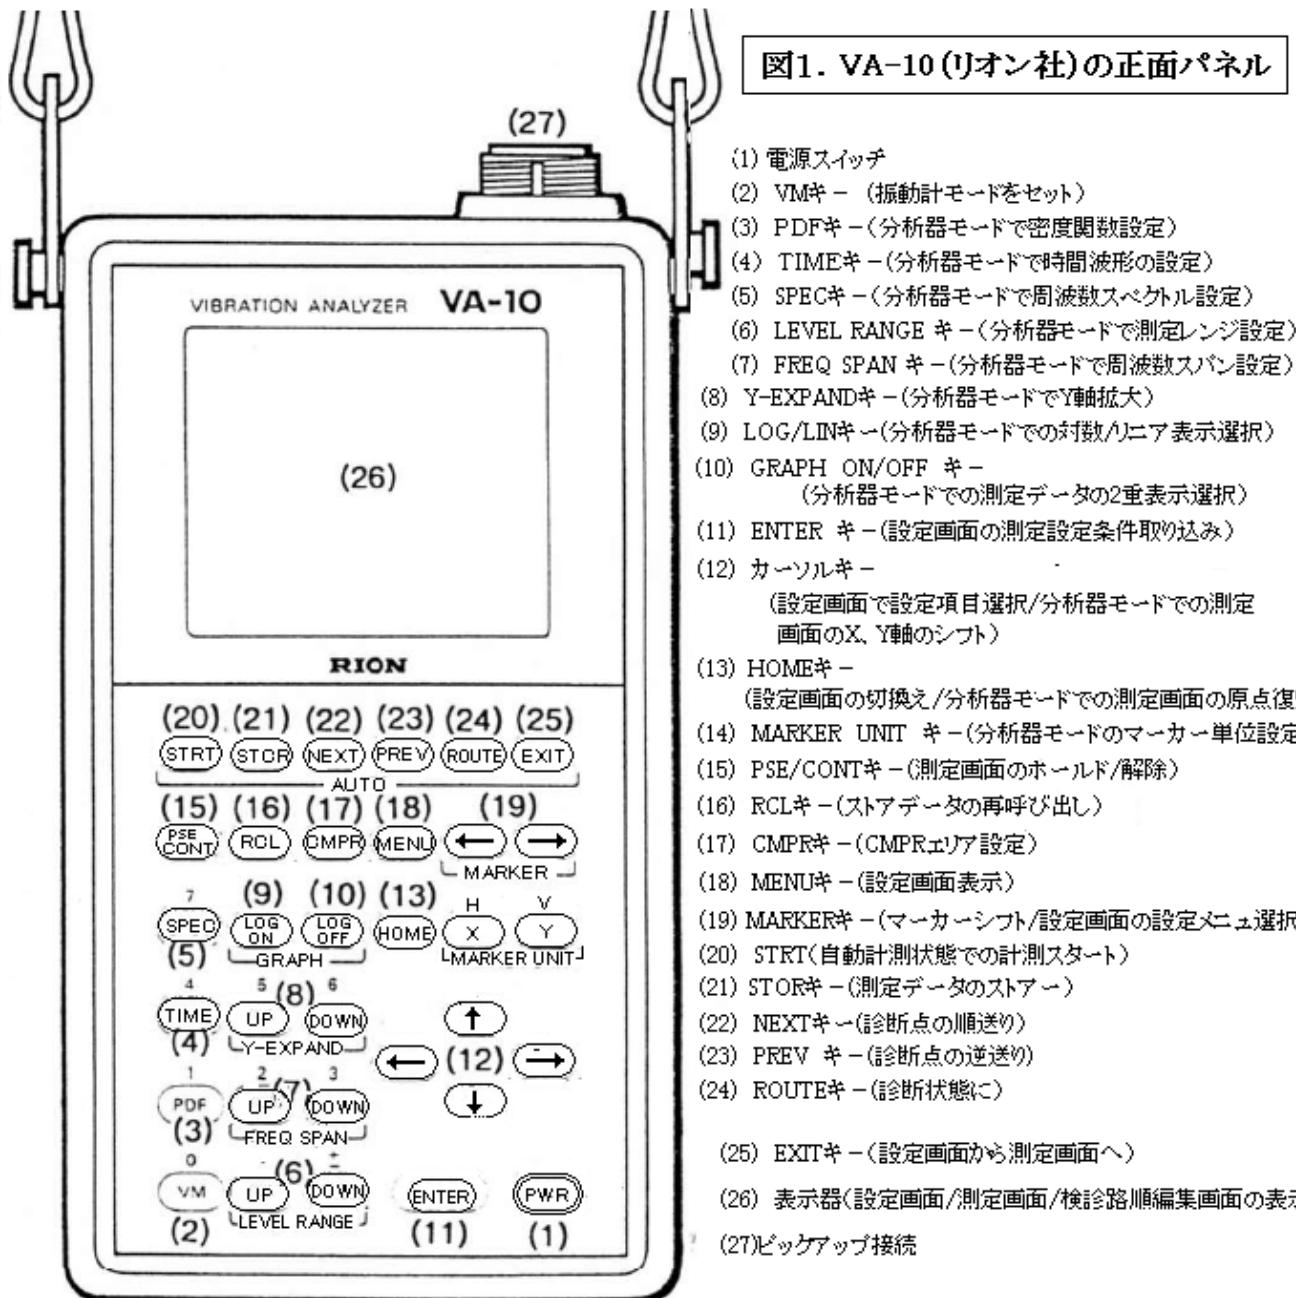

図2a 振動計モード
更に現場に出向き、振動状況を確認するとともに計測ポイント/計測範囲/計測ルートを確認し調整する。また、振動の状態や振れの大きさに合わせて設定画面で計測画面を設定する(図 2a,2b の設定画面参照)。
(2) 振動計(VM)モード計測 (図 2a 参照)
設定画面 II については特はない(図 2a では割愛)。POWER SAVE は必ず ON にしておく。電池の消耗は早いので注意する。